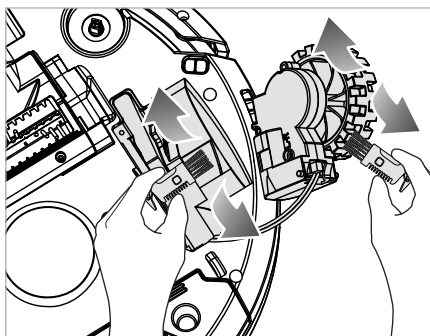

Rys. 20
- 2) Dociśnij koło **20/34** do dołu i odczep sprężynę od osłony koła **19/35** oraz od uchwytu koła. Zdejmij osłonę koła **19/35** z urządzenia (patrz rys. 20).